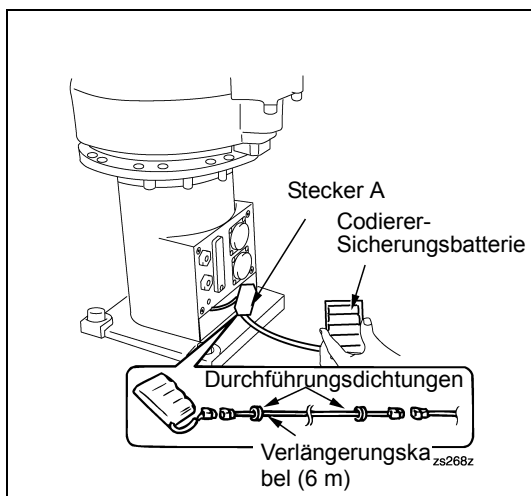

Abbildung 2-37
- (2) Entfernen Sie die Batterie von der Abdeckung, ziehen Sie Stecker A ab, und schließen Sie das Verlängerungskabel an Stecker A an (siehe Abbildung 2-37).